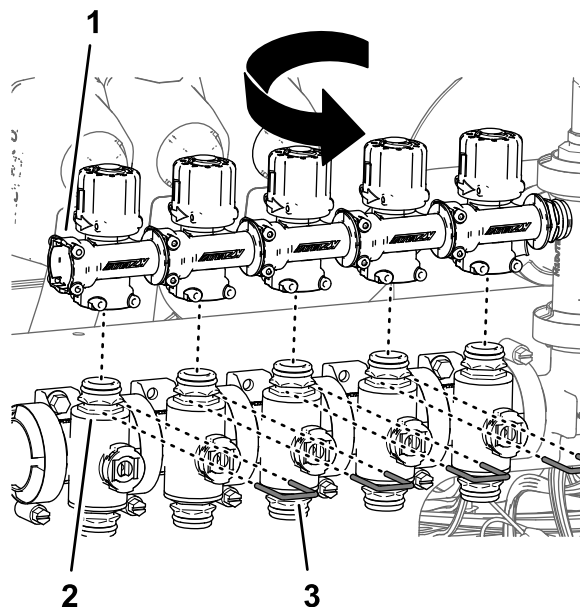

図 102
6. バイパスバルブを180°回転させてboomバルブのクイックディスコネクフィッティングに組み付ける 図 102。
7. バイパスバルブをそれぞれのboomバルブに固定するリテーナ 図 102ステップ4で外したものを使用
9. ノズルバルブ 6 番と 7 番のバイパスバルブのクイックディスコネクティングにキャップを取り付けるキャップに付属しているリテーナを使用する 図 102。